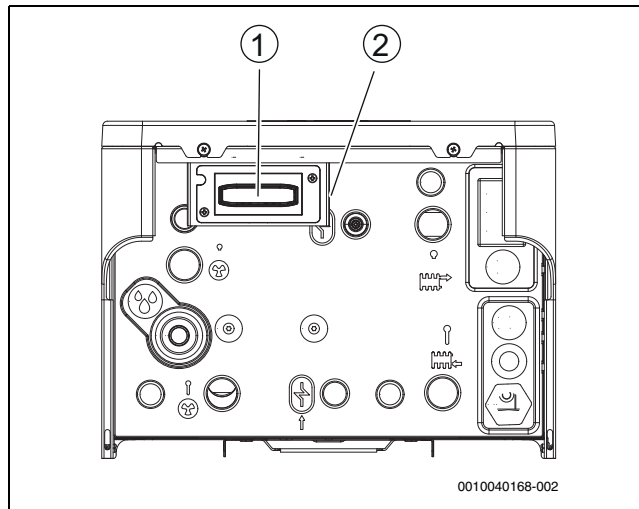

Bild 9 Connect-Key Platzierung
1. Hebel ausklappen (→ [2], Abb. 9).
2. Modul in den Halter einsetzen (→ [1], Abbildung 9).